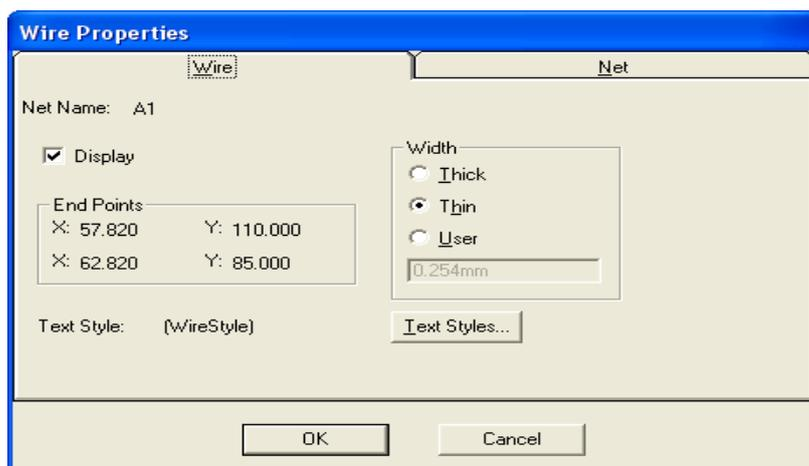

Рис. 7.6. Свойства цепи, вкладка Wire
- вывести на схему (или сделать невидимыми), установив (или удалив) галочку в области **Display** на вкладке **Wire** (Рис.7.6);